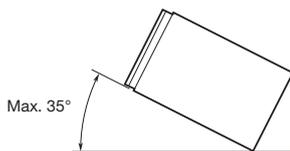

Figura 1
- Installare l'unità con un'inclinazione non superiore a 35° rispetto al piano orizzontale. (Figura 1)